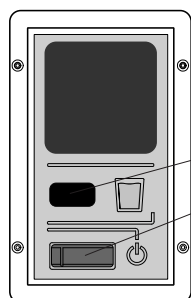

Fig. 10: Kontrollpanel AD 6, S-versjonen
3. Slå av avfukteren med strømbryteren. Trykk deretter på på/av-bryteren **E-versjonen** (fig. 9, pos. 5), S-versjonen (fig. 10, pos. 2) på kontrollpanelet. Hvis avfukteren er riktig tilkoblet og fuktigheten på stedet er høyere enn den innstilte fuktighetsverdien (**bare E-versjonen**), begynner avfukteren å arbeide.
1. Slå av avfukteren med på/av-knappen (fig. 9, pos. 5) og (fig.10, pos. 2).